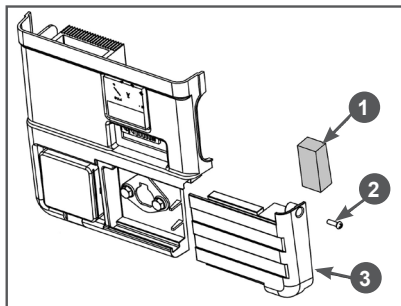

Рис. 10 Обслуживание воздушного фильтра
1. Открутите винт 2, сдвиньте крышку 3 воздушного фильтра в сторону и извлеките из крышки воздушный фильтр (Рис. 10).